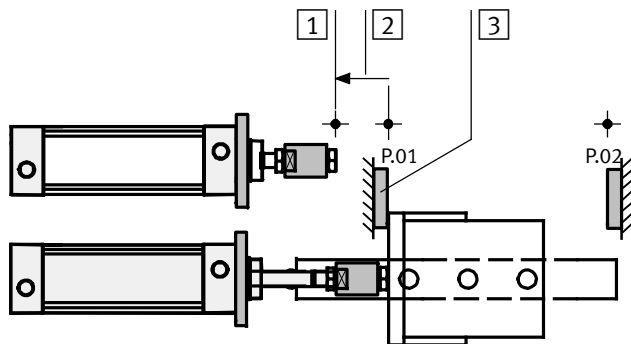

Рис. 4/2: Опорные точки для инкрементных систем измерения перемещений у SPC11-INC
- номинальная длина хода (L) привода (см. фирменную табличку)
- смещение нулевой точки привода (r) – смещение между конечным положением P.01 и нулевой точкой координатного привода (см. Рис. 4/2).